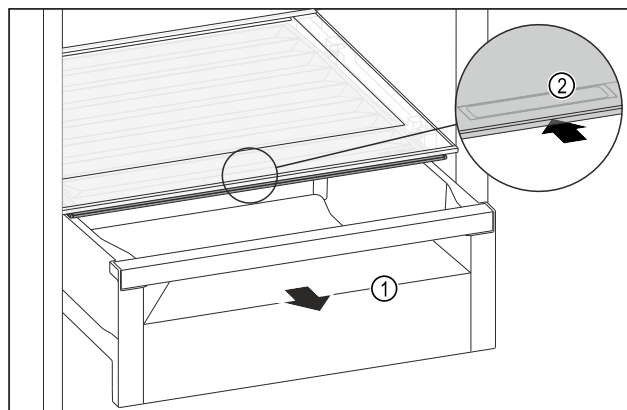

Fig. 97
- ▶ 拉出抽屉 Fig. 97 (1)。
- ▶ 抓住抽屉盖上的内嵌式拉手 Fig. 97 (2)，并同时向后推入抽屉盖。